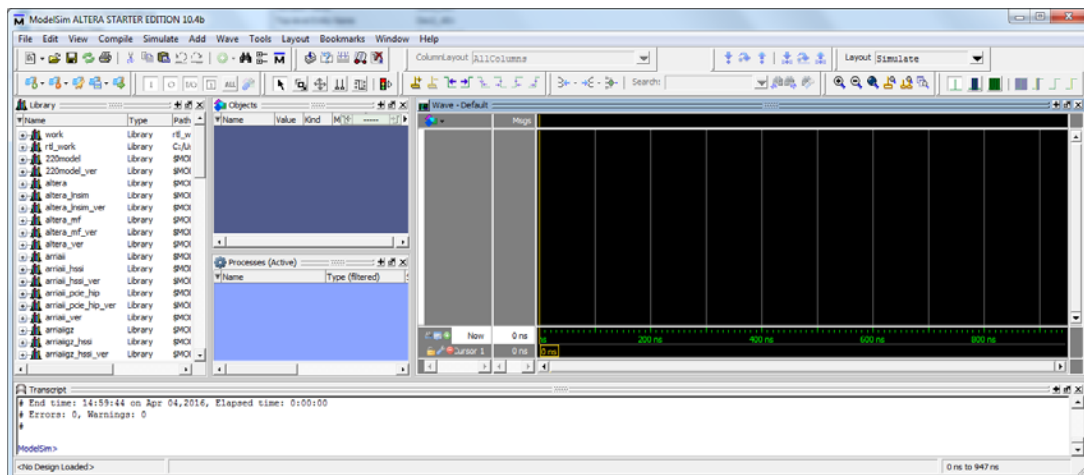

Figura 4 – Aspeto inicial da janela da ferramenta de simulação “ModelSim Intel FPGA Starter Edition”.
7. Quando executada, a ferramenta de simulação “ModelSim Intel FPGA Starter Edition” deve apresentar o aspeto ilustrado na Figura 4. Caso a janela “Wave” (destinada ao desenho das formas de onda) não apareça, poderá ativá-la através do menu “View → Wave”.